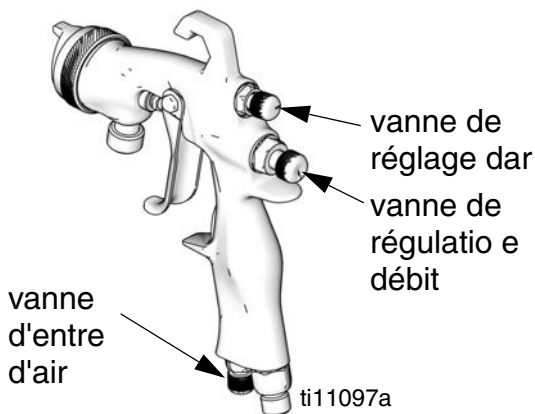

FIG. 3
2. Pour obtenir un jet maximum en éventail, ouvrir la vanne de régulation en tournant le bouton à fond dans le sens anti-horaire. Voir la FIG. 3.
3. Pour obtenir un jet rond, couper l'air en tournant le bouton de réglage du jet à fond dans le sens horaire. Voir la FIG. 3.